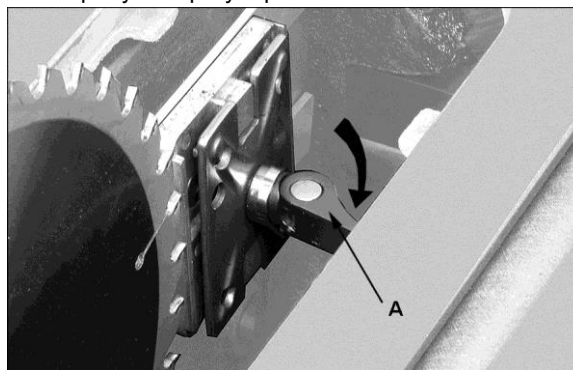

Рис.21
4. Потяните ручку (А см. рис. 21) и снимите расклинивающий нож, делая заметки, в каком направлении расклинивающий нож должен быть подвинут с целью приведения его в параллель с пильным диском.